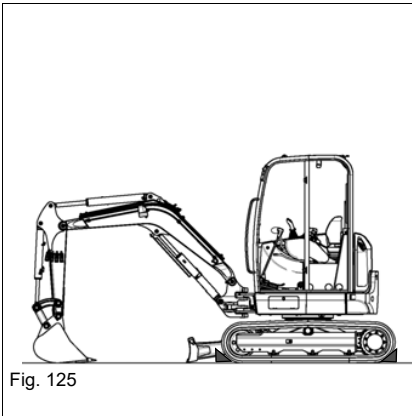

Fig. 125
10. Proteger o veículo com calços (ver *Fig. 125*).